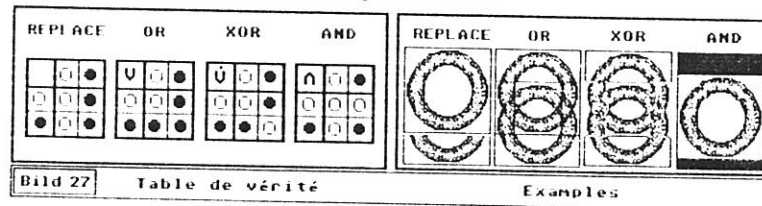

Bild 27 Table de vérité Exemples
APPEL (DU) TAMPON : cette option permet de définir le mode de mixage du contenu du tampon et d'une page graphique (au cours des diverses manipulations faisant intervenir le tampon). Les tables de vérité et exemples de la figure 27 illustrent les quatre types d'opérations logiques. Dans chacun des cas, la figure 1 est superposée sur la figure 2.